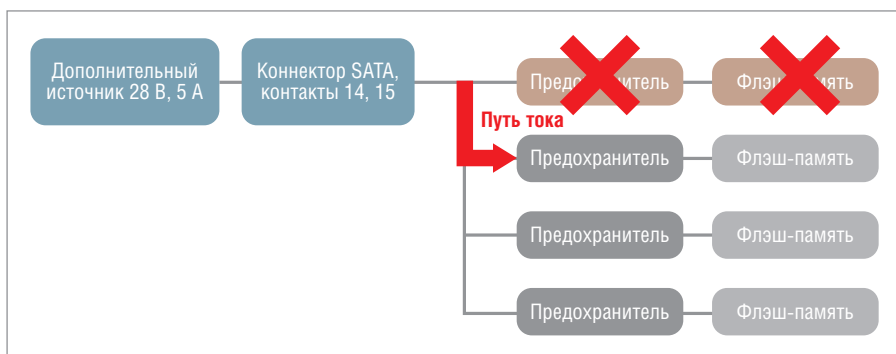

Рис. 11. Пояснение к процессу физического разрушения данных
- Шаг 2. Напряжение 28 В подается последовательно на каждый флэш-модуль (рис. 11).
только через одну микросхему памяти. После того как она сгорит, другие микросхемы могут оказаться не выведенными из строя. Встроенная система предохранителей используется для обеспечения направления тока на каждую микросхему флэш-памяти. Когда сгорит первый флэш-модуль, соответствующий ему предохранитель разрывает его цепь (рис. 11). Следовательно, ток будет затем проходить через другие флэш-модули и уничтожать их в последовательном порядке, разрушая каждый.